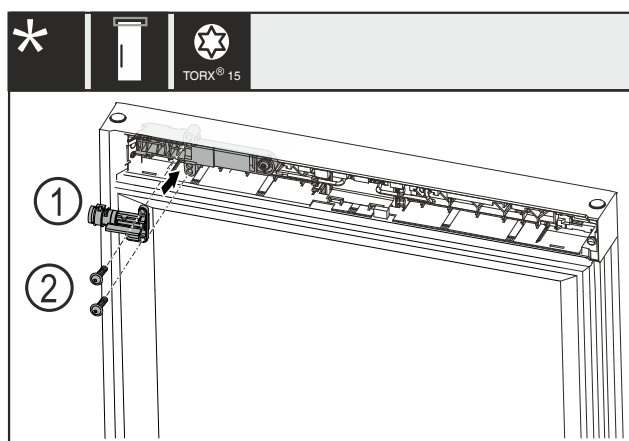

Fig. 13
- Tourner le verrou mécanique Fig. 13 (1) de 180° et le monter du côté opposé.
- Fixer le verrou mécanique Fig. 13 (1) avec les vis Fig. 13 (2).